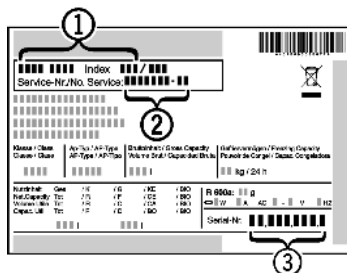

Fig. 10
► Прочетете от идентификационната табелка описанието на уреда Fig. 10 (1), сервизния № Fig. 10 (2) и серийния № Fig. 10 (3). Идентификационната табелка се намира на лявата вътрешна стена на уреда.
► Обадете се на сервизната служба и посочете неизправността, описанието на уреда Fig. 10 (1), сервизния № Fig. 10 (2) и серийния № Fig. 10 (3).